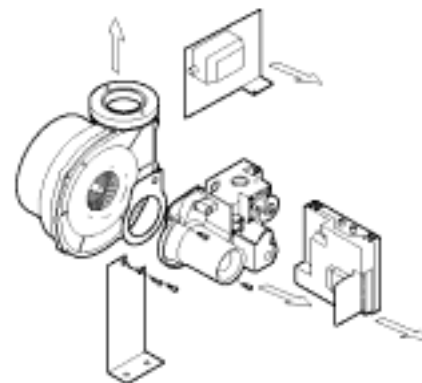

Рис. 11.2.4
- снимите патрубок для подачи воздуха и прилегающий к нему узел с несущего кронштейна (Рис.11.2.4);